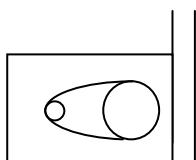

Fig 1 - Traseira
- Colocar o elástico como mostrado na fig 1